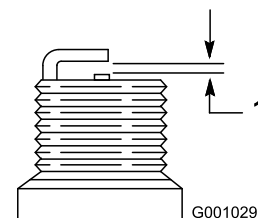

Figure 56
4. Réglez l'écartement des électrodes de la nouvelle bougie à 0,76 mm (0,030") (Figure 56).